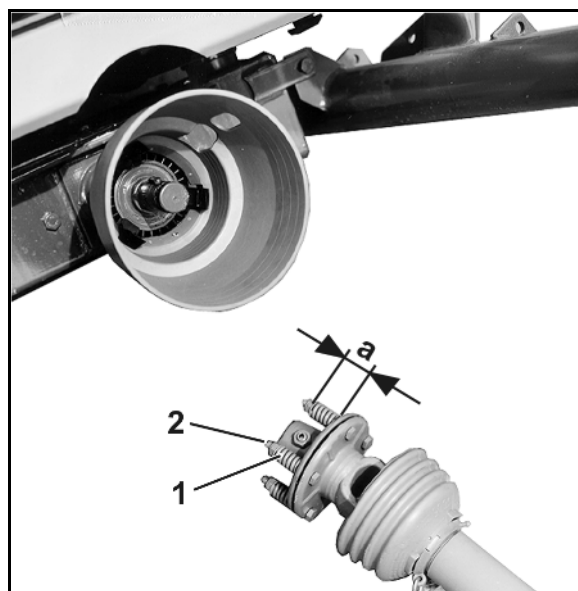

Fig. 73
2. Aflast fjedrene (Fig. 73/1) ved at løsne møtrikkerne (Fig. 73/2).